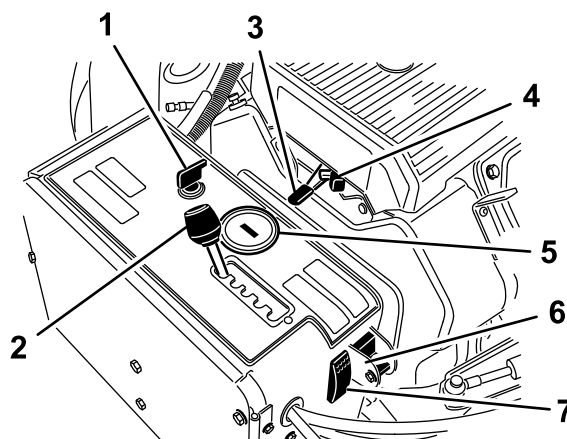

Figura 12
Utilizzate l'interruttore di accensione (Figura 12) per avviare e spegnere il motore. L'interruttore ha 3 posizioni:
Spostate la leva di distanziamento arieggiatura (Figura 12) nel foro relativo alla distanza idonea, o in posizione T per il trasferimento.
Utilizzate la leva dell'acceleratore (Figura 12) per controllare la velocità del motore. Lo spostamento della leva dell'acceleratore in avanti aumenta la velocità del motore (posizione di MASSIMA); la retromarcia riduce la velocità del motore (posizione di MINIMA). La velocità del motore regola la velocità della testa di carotaggio e controlla la velocità al suolo della macchina.
- Quando il motore si spegne, il contaore/tachimetro (Figura 12) visualizza il numero di ore di funzionamento del motore.
Utilizzate lo starter durante l'avviamento del motore a freddo (Figura 12).
Ruotate l'interruttore per abbassarlo e disinserire la funzione TrueCore (Figura 12). Togliete il bullone per accedere al selettore manuale.
In caso di disattivazione della macchina (ad es., esaurimento del carburante), premete l'interruttore di ripristino del sistema (Figura 12) per sollevare la testa di carotaggio.